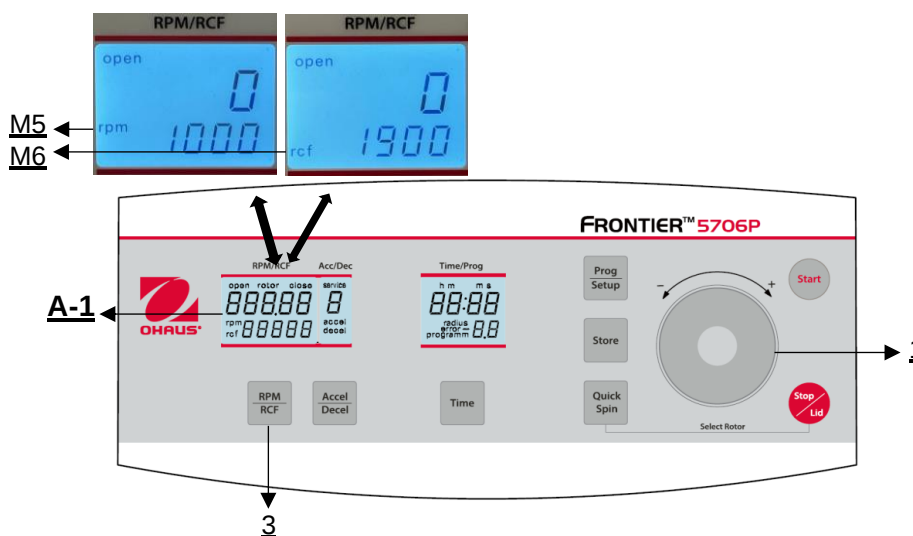

Abbildung 17
Die Vorwahl wird über die Taste **"RPM | RCF"** (3) aktiviert (siehe **Abbildung 17**). Durch einmaliges Drücken der Taste blinkt das Wort **"rpm"** (M5). Durch zweimaliges Drücken der Taste kann die Vorwahl der Fliehkräfte gewählt werden. Dann erscheint das blinkende Wort **"rcf"** (M6). Mit dem Touch Wheel (1) können Sie die gewünschten Werte einstellen. Im Display (A-1) wird der eingestellte Wert permanent angezeigt, vor, während und nach dem Lauf.